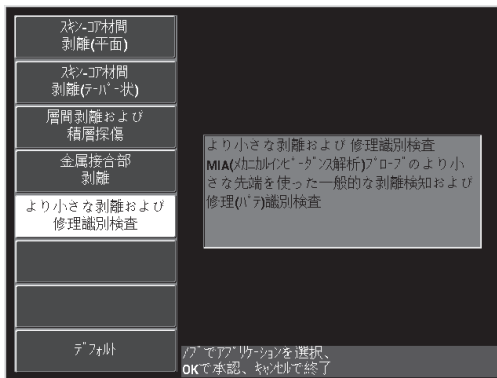

図 6-30 Smaller Disbonds and Repair Identification (小さな欠陥と修理部分の識別) アプリケーション
3. **Smaller Disbonds and Repair Identification (小さな欠陥と修理部分の識別)** アプリケーションを選択し、✓ を押して受け入れます (154 ページの図 6-30 参照)。